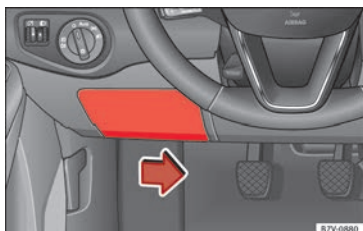

Bild 59 På instrumentbrädan på förarsidan: säkringsdosans lock
- För att ta bort locket för du aktiveringsspaken i den undre delen åt höger » bild 59.